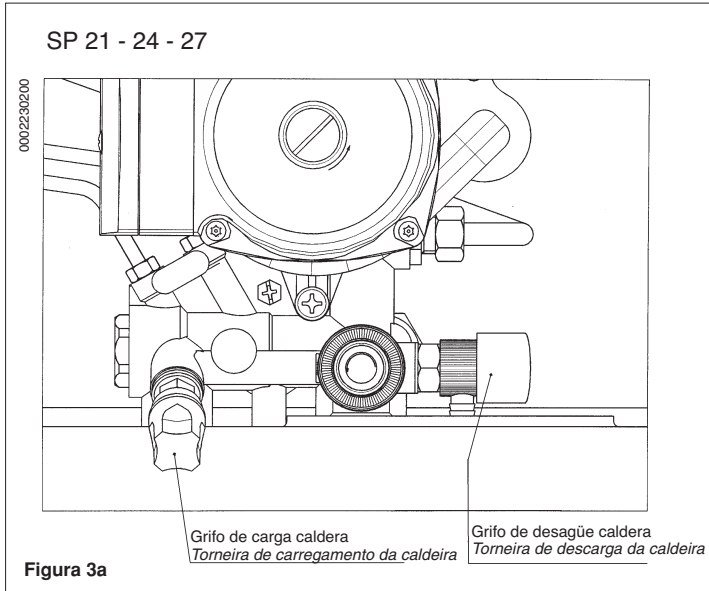

Figura 3a
Importante: Controlar periódicamente que la presión, leída en el manómetro (14), con instalación fría, esté entre 0,5 - 1 bar. En caso de sobrepresión obrar sobre el grifo de desagüe caldera. Si es inferior, abrir el grifo de carga de la caldera (figura 3a o 3b).
Importante: Verificar periodicamente que a pressão, lida no manómetro (14), com a instalação fria, seja de 0,5 - 1 bar. Em caso de sobrepresão, agir na torneira de descarga da caldeira. No caso seja inferior agir na torneira de carregamento da caldeira (figura 3a o 3b).